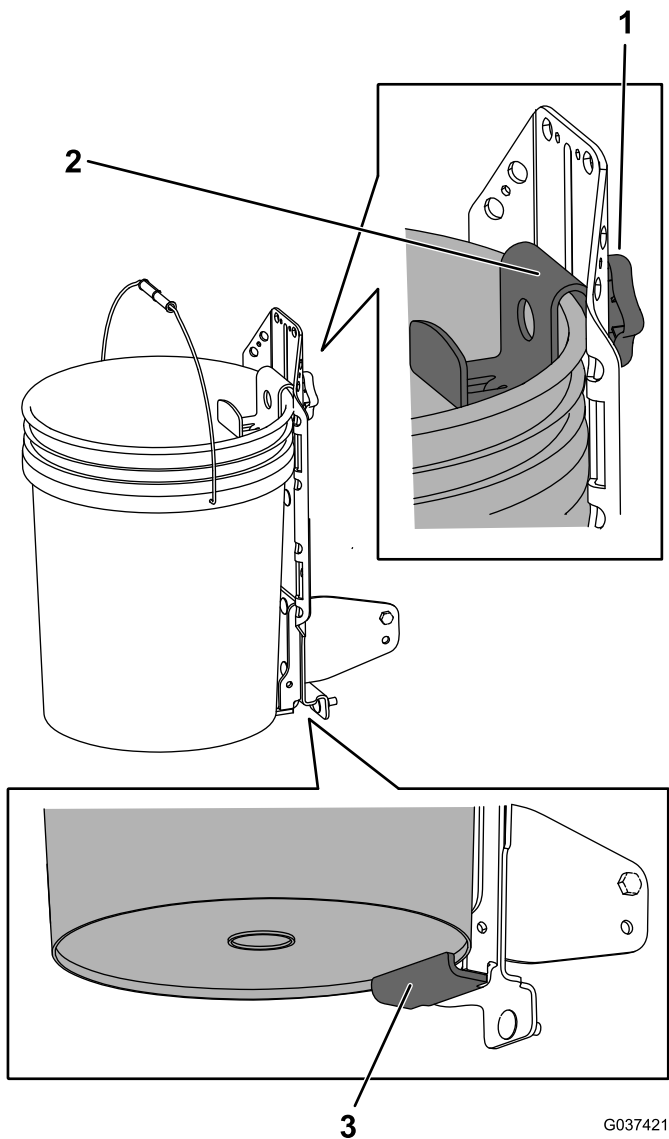

Figura 16
1. Allentate la manopola e sollevate la staffa superiore. Serrate la manopola per fissarla in posizione (Figura 16).
2. Se avete rimosso la staffa della cerniera, posizionate il bordo inferiore del cesto di raccolta sopra la sporgenza inferiore della staffa di supporto saldata (Figura 16).
3. Allentate la manopola e abbassate la staffa superiore quanto possibile sopra il bordo del cesto di raccolta. Serrate la manopola (Figura 16).